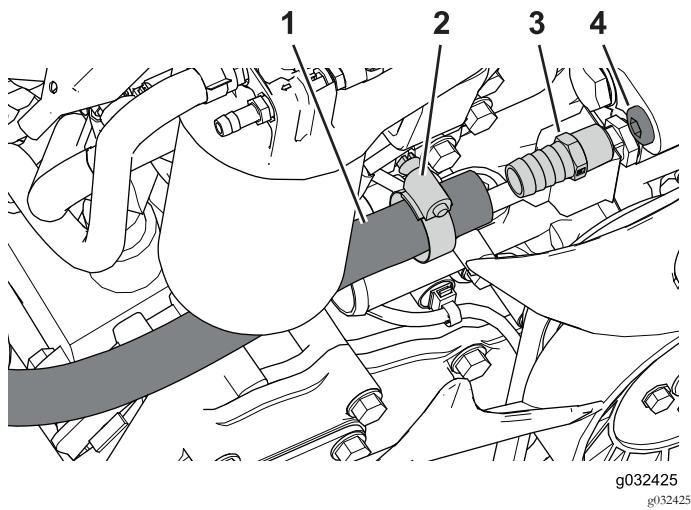

Bild 29
1. Ermitteln und entfernen Sie die Motoranschluss-schraube (Bild 29).
2. Tragen Sie Dichtungsmittel auf das Außengewinde des geraden Anschlussstücks auf; lassen Sie das erste Gewinde aus (Bild 29).
5. Schieben Sie die Schlauchklemme auf das Schlauchende (Bild 29).
6. Stecken Sie den Schlauch auf das gerade Anschlussstück und befestigen ihn mit der Schlauchklemme, wie in Bild 29 abgebildet.